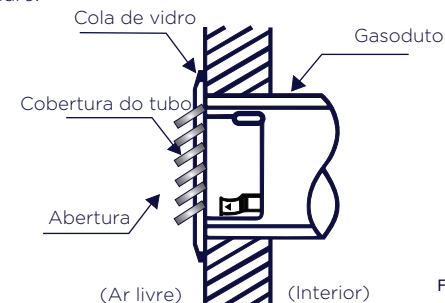

Figura 5
- Conforme mostrado na figura 5, gire a abertura da tampa do tubo para baixo e insira-a no tubo;